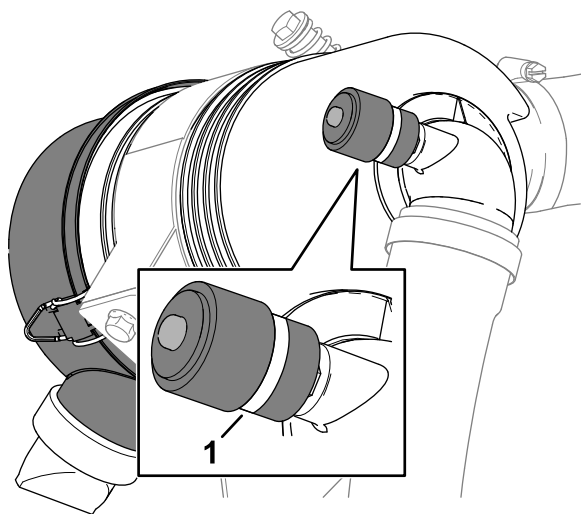

Figura 78
3. Compruebe el indicador de mantenimiento en el extremo de la carcasa del filtro de aire (Figura 78).